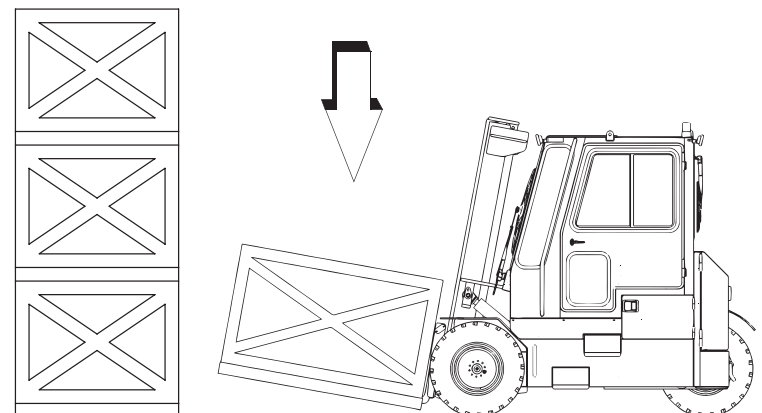

Fig 6
4. Verifique el tráfico, quite el freno de estacionamiento, ponga el montacargas en reversa y retroceda con cautela. Preste atención a la dirección en la que se traslada y a la estabilidad de la carga. *Fig. 6.*